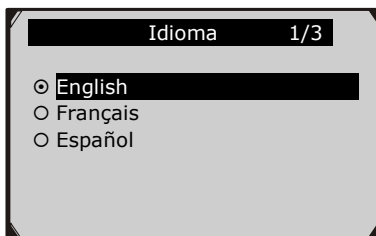

Figura 3.3
- 2) Use el botón de **DESPLAZAMIENTO** para seleccionar el idioma deseado y presione el botón **INGRESAR/Salir** para guardar la selección y regresar a la pantalla anterior. Actualmente contamos con tres opciones de idiomas. (Figura 3.3)